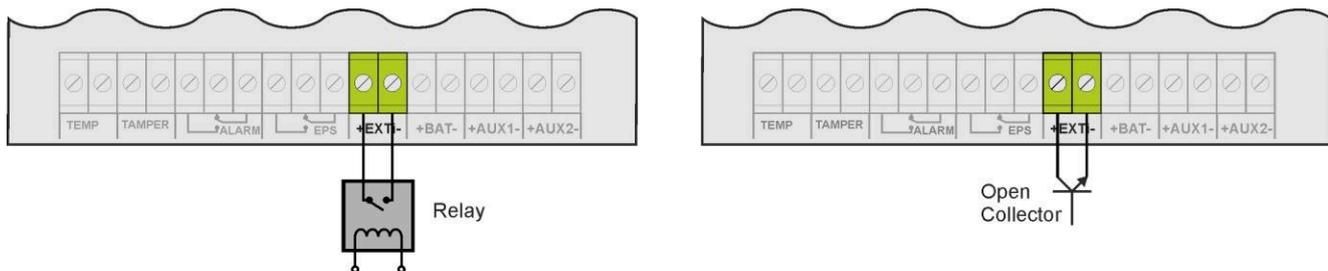

Fig. 9. Connexions à l'entrée EXTi.
La possibilité d'une telle protection est fournie par le module fusible optionnel EN54C-LB4 (4 canaux) ou EN54C-LB8 (8 canaux). La figure 9 montre la connexion de l'alimentation et du module fusible, et les récepteurs (LOAD).
- la commutation de la sortie du relais PSU dans un état sans tension (contacts comme dans la figure 9)